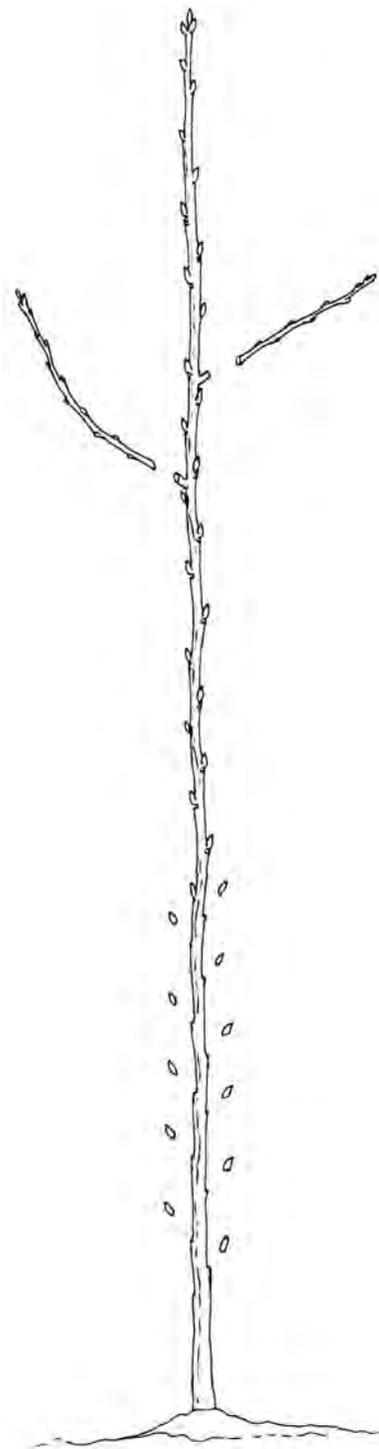

Figura 54
- Quite todas las ramas laterales, recortándolas hasta la yema vegetativa basal (la yema inferior) (Figura 54).
- Quite cualquier yema debajo de 1.5 pies sobre el nivel del suelo (se las puede quitar frotando) (Figura 54).